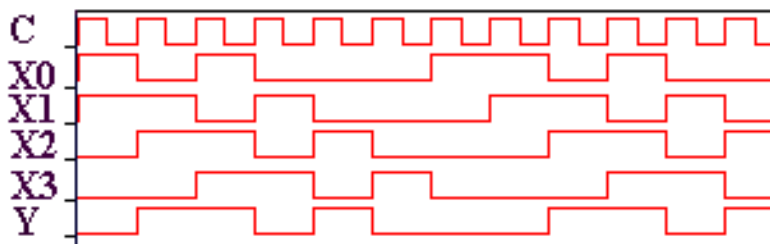

Рис. 62. Диаграмма работы мультиплексора
6. Выключить процесс моделирования, затем вернуть движок полосы прокрутки в крайне левое положение и зарисовать диаграмму сигналов с экрана логического анализатора (рис. 62).